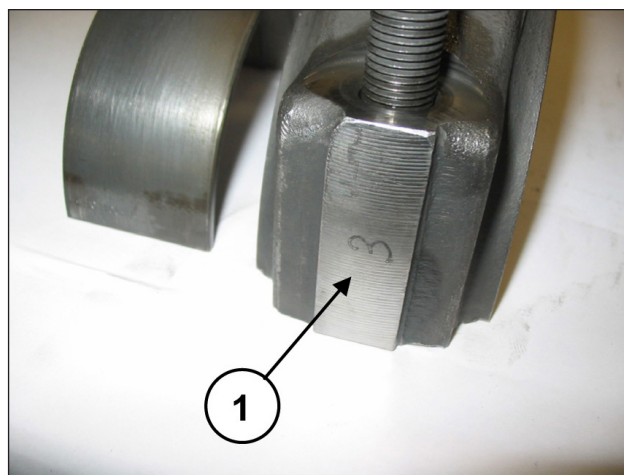

Fig. 43
Accoupler les demi-bielles aux chapeaux préalablement démontés en respectant la numérotation (rep. ①, Fig. 43).
Désassembler les chapeaux des demi-bielles ; pour les accoupler correctement, respecter la numérotation présente sur un côté (rep. ①, Fig. 43).